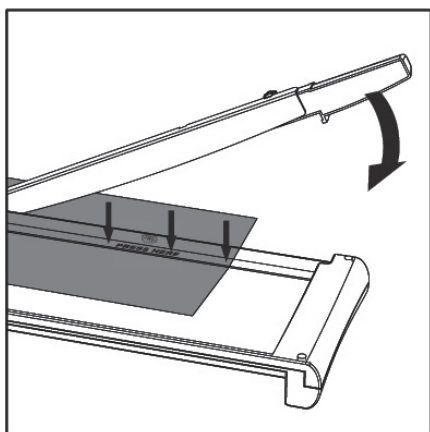

Abb. 2
- Hebel der Schneidemaschine anheben. Das Material, das zugeschnitten werden soll, in der gewünschten Position unter der Schutzvorrichtung anlegen und die Schutzvorrichtung beim Schneiden mit einer Hand herunterdrücken. Schneidmesser mit der anderen Hand herunterdrücken (siehe Abb. 2).